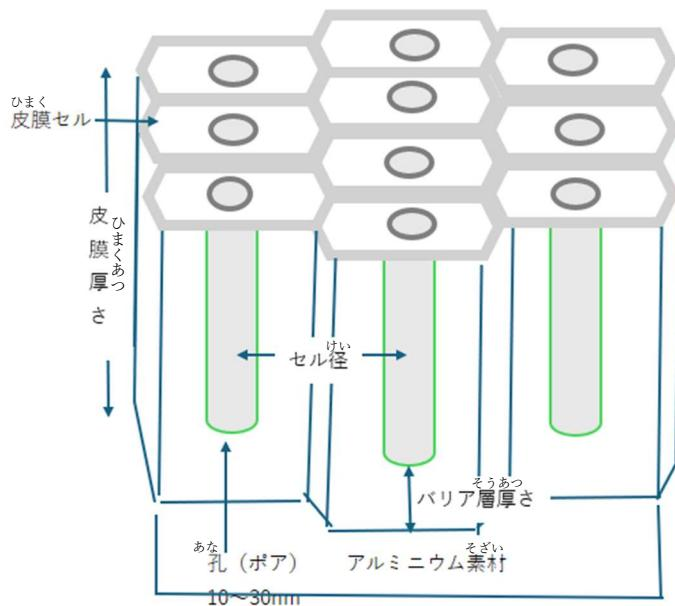

図12-2 陽極酸化処理の皮膜層の模式図
- ① シルバー、ゴールド、黒などの発色（発色・着色）
- ② 耐摩耗性を付与した、より硬い皮膜をつくる
- ③ 染料を酸化皮膜の結晶中に入れることで、更に鮮やかな着色をする。
□ 図12-2に陽極酸化処理の模式図を示します。